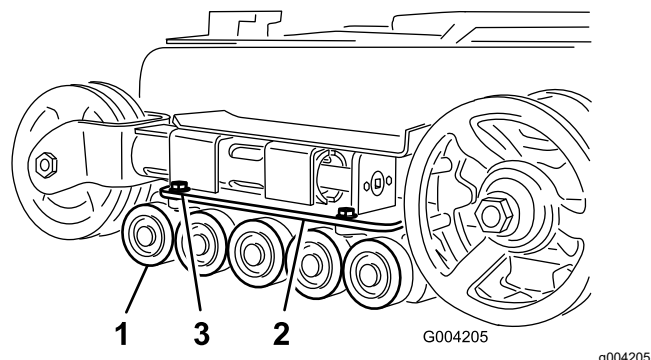

Figura 50
2. Rimuovere i 4 bulloni che fissano ciascuna guida inferiore dei cingoli che contiene le ruote non motrici e rimuoverle (Figura 50).